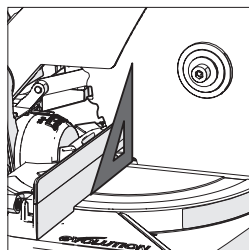

Fig. 9
- Posizionare la squadra sul banco con un bordo accostato ad esso e l'altro contro la lama (evitando le punte TCT dei denti della lama) (**Fig. 9**).